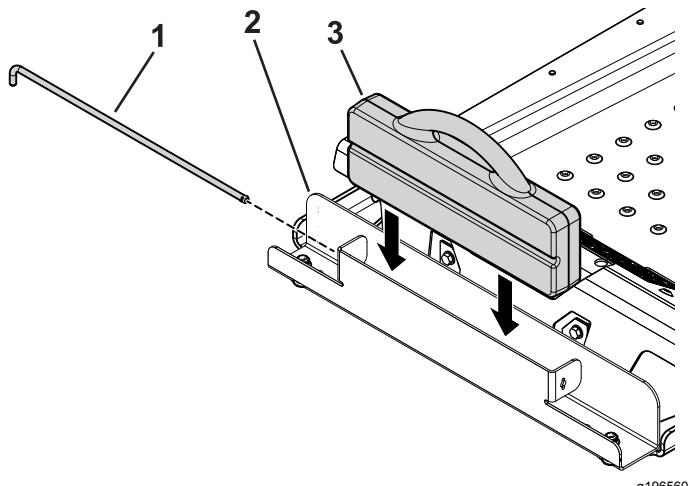

Figura 5
4. Inserte el peso de maletín en la bandeja de pesos con el lado de la ranura hacia la parte delantera de la máquina (**Figura 5**).
5. Introduzca la varilla de retención en la bandeja y gírela a la posición de bloqueado (**Figura 5**).